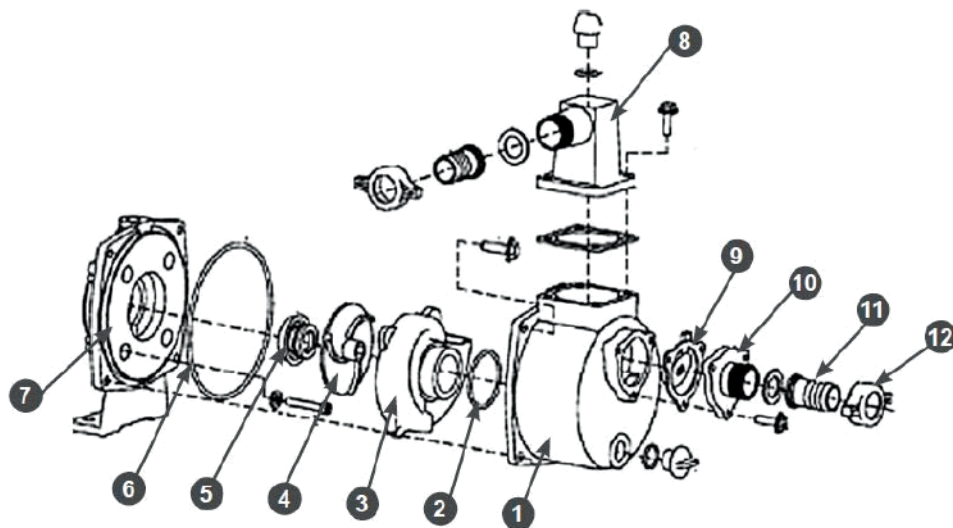

Рис. 2
При этом ближе к оси вращения рабочего колеса возникает разрежение, позволяющее открыть обратный клапан и всасывать воду через всасывающий патрубок. Всасывание начинается спустя некоторое время после пуска двигателя, в зависимости от высоты всасывания. Перекачивание воды до насоса и от насоса осуществляется с помощью рукавов, которые присоединяются непосредственно к насосу через патрубки (11) с помощью хомутов. Устройство насоса мотопомпы приведено на Рис. 2.